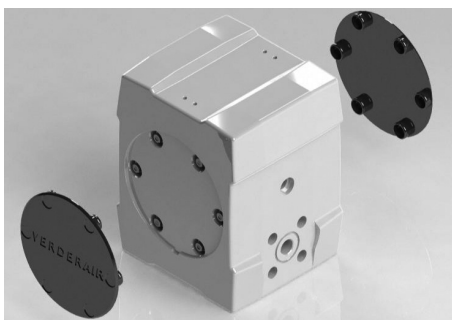

Abbildung 20
Setzen Sie die Scheiben und Federscheiben auf die Montagestifte und setzen Sie die Schrauben ein. Ziehen Sie die Schrauben überkreuz mit den auf Seite 25 angegebenen Drehmomentwerten fest. Schieben Sie die Kappen der Seitenabdeckungen (08) in die Seitenabdeckungen (siehe Abb. 20).